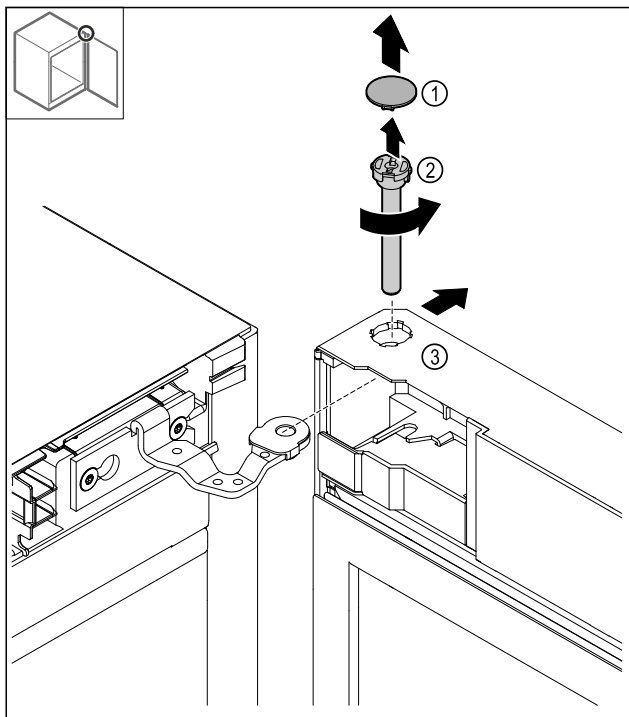

Fig. 18
- ▶ Zdjąć Fig. 18 (1) osłonę.
- ▶ Sworznie Fig. 18 (2) obrócić przeciwnie do ruchu wskazówek zegara i wyjąć.
- ▶ Przechylić lekko drzwi Fig. 18 (3).